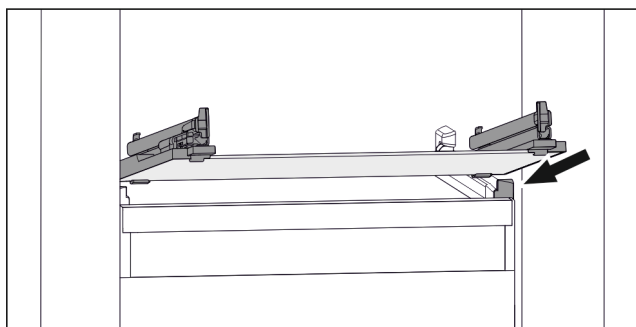

Fig. 47 Klaasplaadi näitlik kujutis
- Pange klaasplaat kaldu peatajate taga peale. (vt. Fig. 47)